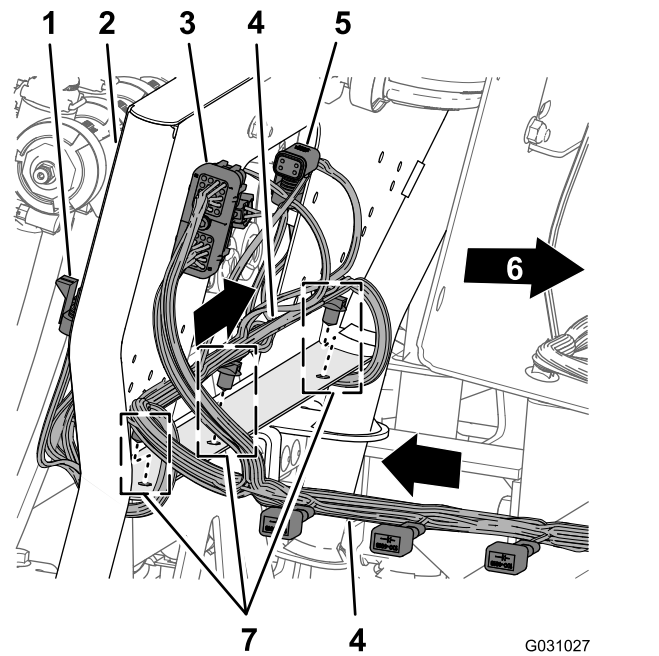

Bild 99
- Stecken Sie die Tannenbaumanker des 203-cm-Kabelbaumzweigs in die Löcher im unteren Flansch der 10-Ventil-Befestigung (Bild 99).
- Verlegen Sie den 203-cm-Kabelbaumzweig so über die Rückseite der 10-Ventil-Befestigung, dass die zehn Anschlüsse für die Düsenventile hinten und unter den Ventilen sind (Bild 99).